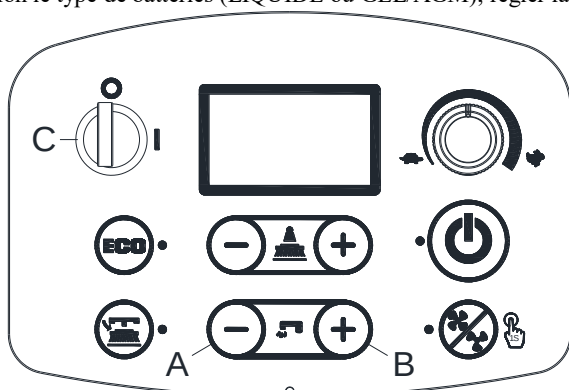
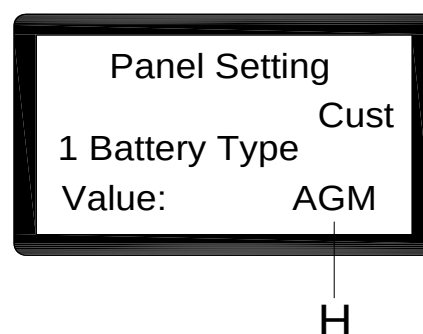

Figure 5
Figure 6
1. Presser le bouton de débit d'eau « + » (A, Figure 5) et « - » (B, Figure 5) en même temps.
2. Mettre la clé de contact (C, Figure 5) et la tourner sur « I ».
3. Plusieurs secondes plus tard, entrer dans l'écran de sélection du mode de batterie (Figure 6)
4. Presser le bouton de débit d'eau « - » (A, Figure 5) et « + » (B, Figure 5) pour sélectionner le mode de batterie (H, Figure 6)
5. 3 secondes plus tard, « Mise à jour OK » s'affiche ce qui signifie que le réglage est réussi. Mettre le contact pour redémarrer. (C, Figure 5)